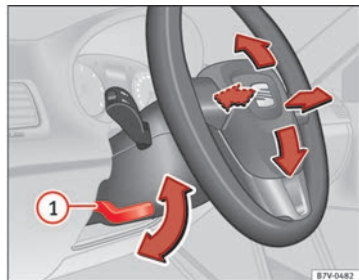

Fig. 128 Regolazione meccanica del volante
- Muovere la leva ⇒ fig. 128 ① verso il basso.
- Dopo aver regolato il piantone dello sterzo, spingere fermamente la leva ⇒ fig. 128 ① verso l'alto affinché il volante non cambi posizione accidentalmente durante la marcia.